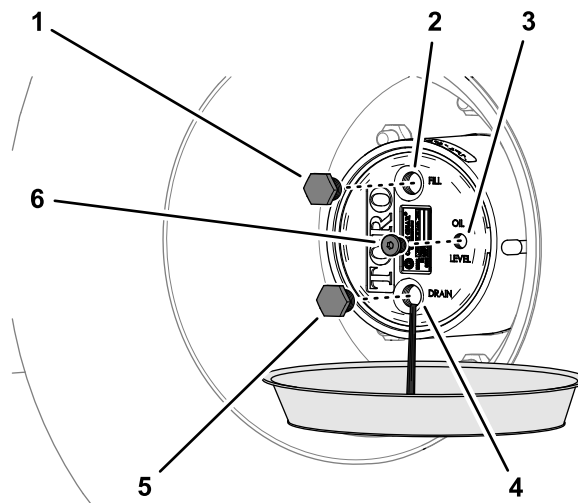

Рисунок 96
2. Установите сливной поддон под ступицу планетарной передачи, снимите пробку сливного отверстия, пробку заливочного отверстия и пробку контрольного отверстия и дайте маслу полностью стечь (Рисунок 96).